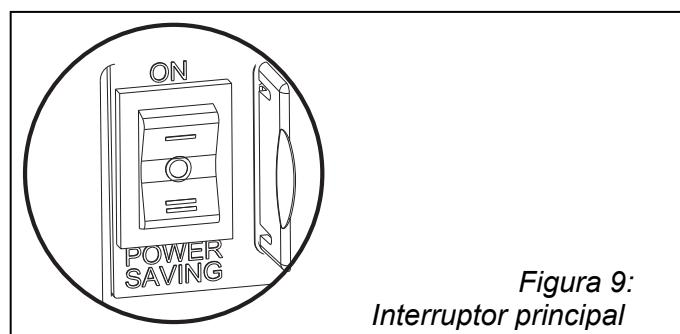

Figura 9:
Lleve el interruptor principal (figura 9) a la posición I ("ON") o II ("Power saving"). Con el interruptor en posición II, se ahorra batería cuando la carga es inferior a 40 W. Entonces el AC Master está en modo búsqueda de carga y se activa cuando detecta una carga. Al activarse, el AC Master emite un breve pitido.
Lleve el interruptor principal (figura 9) a la posición O ("OFF"). ¡Tenga en cuenta que la desactivación del AC Master no desconecta las baterías!
1. Lleve el interruptor principal (figura 9) a la posición 0 ("OFF").